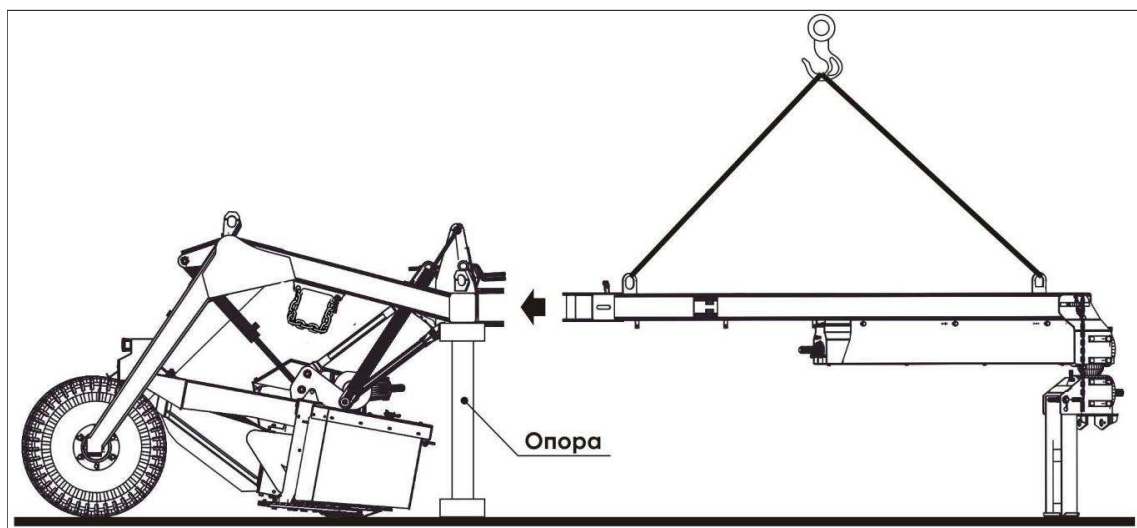

Рисунок 5.1 – Схема досборки косилки
2) Поднять косилку грузоподъёмным устройством. Установить и закрепить ходовые колеса на раме косилки. Транспортные опоры 10 (рисунок 2.4) следует снять. При необходимости допускается транспортные опоры установить на те же кронштейны, вставив их сверху. Опустить косилку на поверхность площадки, предварительно подставив под раму подставку такой высоты, чтобы плоскость кронштейна для присоединения снцы была параллельна поверхности земли (рисунок 5.1). Накачать шины ходовых колес до давления 0,3 МПа. Застопорить косилку от продольного перемещения башмаками, прилагаемыми к машине, подставив их под ходовые колеса с разных сторон.
3) Застропить сницу. С помощью грузоподъёмного устройства завести сницу в кронштейн рамы косилки (рисунок 5.1). Совместить отверстия кронштейна и снцы. Зафиксировать сницу, вставив в отверстия монтировку.